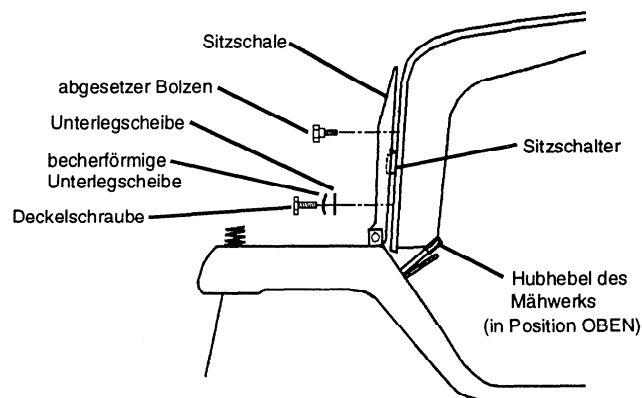

ABBILDUNG 4
- Abgesetzte Bolzen durch die Sitzschale in den oberen zwei Löchern des Sitzes montieren (siehe Abbildung 4). Fest anziehen.